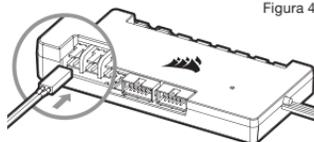

Figura 4
5. Collegare il sensore di temperatura dell'XD3 RGB alla Porta della temperatura n. 1 del CORSAIR iCUE Commander PRO (Figura 4).